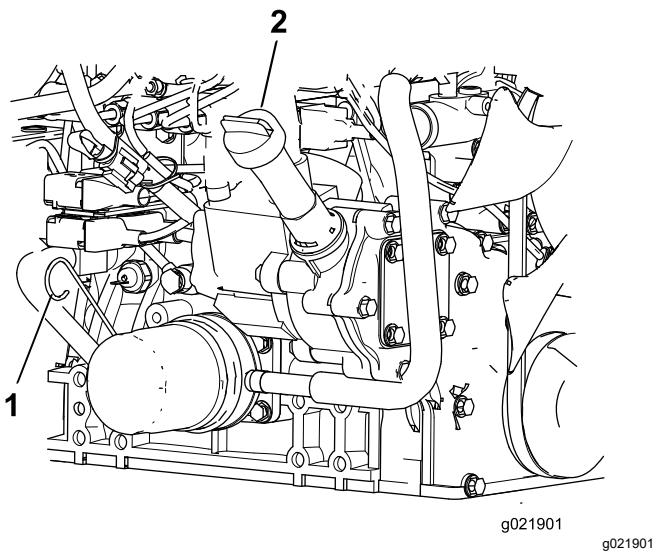

Рисунок 83
- Извлеките масломерный щуп, протрите его, вставьте в трубку и снова извлеките. Уровень масла должен находиться между отметками FULL (Полный) и ADD (Добавить) (Рисунок 83).
4. Если уровень масла низкий, снимите крышку заливной горловины и добавляйте масло до тех пор, пока его уровень не будет находиться между отметками FULL (Полный) и ADD (Добавить) (Рисунок 83).